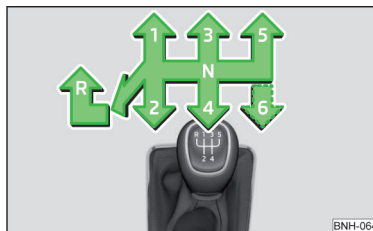

Fig. 103
Pe schimbătorul de viteze este reprezentată schema de selectare a treptelor individuale de viteză » fig. 103.
- ▶ Apăsăți maneta schimbătorului de viteze în jos, complet spre stânga și apoi spre înainte, în poziția **R** » fig. 103.